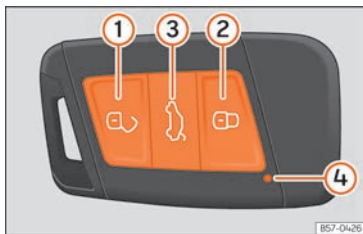

Fig. 43 Llave del vehículo.
Cuando se pulsa brevemente un botón en la llave del vehículo, el testigo de control parpadea ④ »»» **fig. 43** una vez brevemente, pero si se pulsa durante un tiempo prolongado, parpadeará varias veces, por ejemplo, en la apertura de confort.